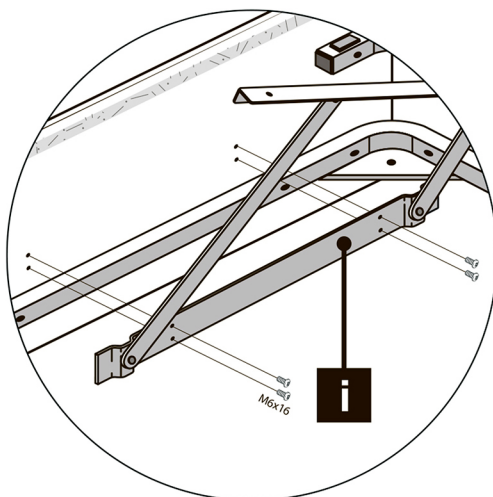

Рис. 3 Крепеж механизма подъема
3. С помощью винтов **M6x16** (4 шт.) закрепите механизм подъема **i** на боковой царге **A** (рис. 3)